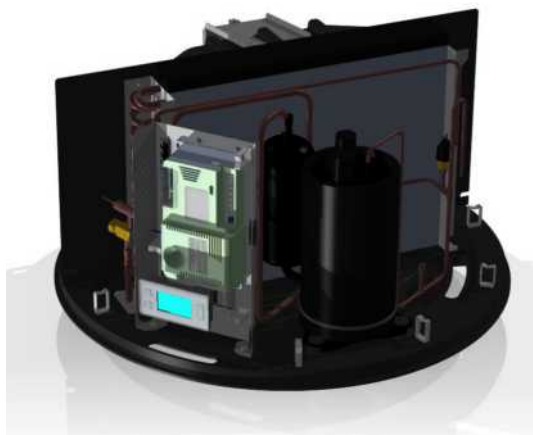

Figure 2.1.-1
Le chauffe-eau à pompe à chaleur HPT200(C) se compose principalement d'une partie supérieure dans laquelle se trouve la pompe à chaleur (figure 2.1.-1) et d'une partie inférieure dans laquelle se trouve le réservoir (figure 2.1.-2). La surface interne du réservoir d'eau chaude d'une capacité de 300 litres est émaillée, et sa surface externe est protégée par une épaisse couche d'isolant en polyuréthane à haute performance, elle-même recouverte par l'habillage extérieur en plastique de l'appareil. A l'intérieur de l'enveloppe chauffante se trouvent le thermoplongeur, le régulateur, l'électronique du témoin d'usure de l'anode, et le témoin d'usure de l'anode en magnésium.
- o) Etudiez le plan à côté (Figure 2.1.-2).